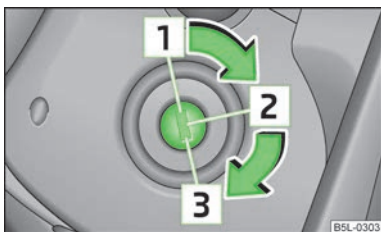

Fig. 95
- În timpul deplasării, la oprirea motorului, cheia trebuie să se găsească întotdeauna în poziția  » fig. 95 la pagina 95 (contact cuplat). Această poziție este semnalizată prin aprinderea de lămpi de control. Dacă acest lucru nu se întâmplă, mecanismul de direcție se poate bloca neintenționat - Pericol de accident!
- Demarorul poate fi acționat (cheia în poziția  » fig. 95 la pagina 95) numai când motorul nu este pornit. Dacă se acționează demarorul când motorul este în funcțiune, se poate deteriora demarorul, respectiv motorul.
Dacă **mechanismul de direcție este blocat** iar cheia nu se poate roti, sau se rotește cu greu în poziția **Z** » fig. 95, atunci volanul trebuie rotit puțin încolo și înapoi - astfel se deblochează mecanismul de direcție.
- Apăsăți pedala de ambreiaj până în podea, cuplați contactul **Z** » fig. 95 la pagina 95 și porniți **3** - nu accelerați. Mențineți complet apăsată pedala de ambreiaj până când pornește motorul.
Oprțiți motorul prin rotirea cheii de contact în poziția **1** » fig. 95 la pagina 95.